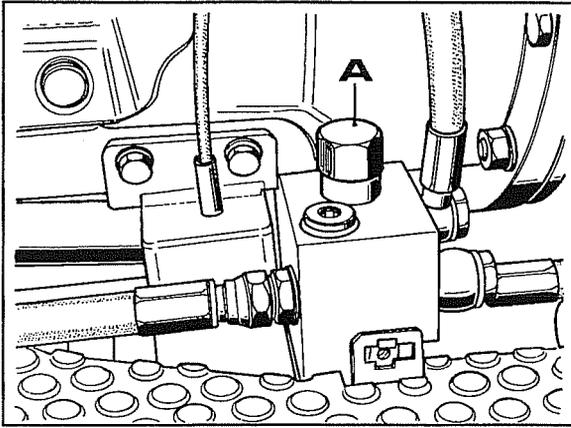

Abb. 1
1. Das Schutzblech des zentralen Tunnels und die Flanke auf der Seite der Bremspedale entfernen, um dadurch das Prioritätsventil **A** Abb. 1 freizugeben.